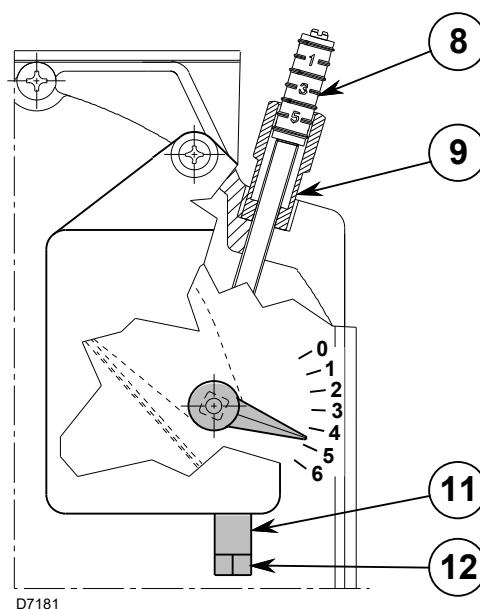

Fig. 15
Il primo avviamento deve sempre essere effettuato, agendo sulla vite 12)(Fig. 15), in modo che l'indice della posizione serranda aria di 1° stadio sia superiore a tacca 1, (taratura di fabbrica tacca 1).
- Allentare il dado 9) e agire sulla vite 8)(Fig. 15) per regolare la portata di aria di 2° stadio (vedi valori di CO₂ riportati nella Tab. T a pag. 37).
- Regolare il 1° stadio agendo sulla vite 12) dopo aver allentato (*senso orario*) il dado 11)(Fig. 15) facendo riferimento alla tabella sottostante per i valori di CO₂.
- Una volta raggiunta la regolazione ottimale bloccare (*senso antiorario*) il dado 11)(Fig. 15). All'arresto del bruciatore, la serranda aria per effetto del suo peso, si chiude automaticamente, fino ad una depressione massima al camino di 0,5 mbar.